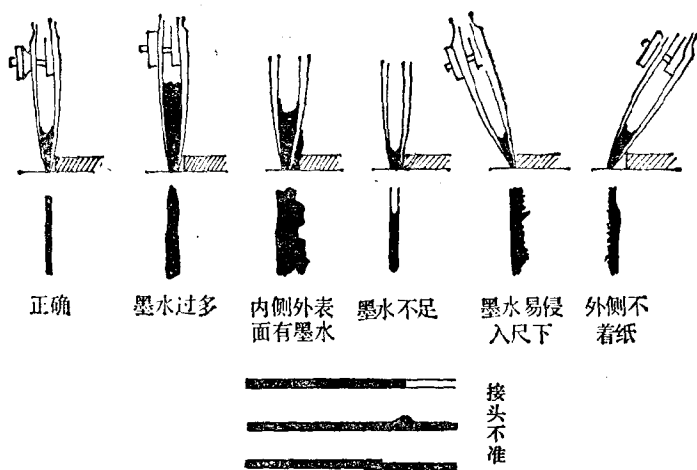

图 6 直线笔用法
1) 加墨水时, 要用墨水瓶盖上的吸管蘸上墨水, 送入笔尖两叶片之间, 笔尖含墨不宜太多, 一般 $6 \sim 8$ 毫米为宜, 不要让笔尖外侧有墨, 以免沾污图纸(图6); 2) 画
墨线前，应先有清楚准确的铅笔图稿；3）根据画线粗细要求，用笔尖的螺丝调整笔尖两片的距离，使它留有适当的空隙。如笔尖间隙已很小，画出的线条仍太粗时，可用油石将钝的笔尖磨后再用；4）画墨线时，调节螺母应朝外，要使笔杆与画面垂直，切忌笔杆外倾或内倾，要使两片笔尖同时触及纸面(图6)；5）笔的移动速度要均匀，太快线条细，太慢则线条会变粗；6）一条线最好一次画完，如必须分几次画完(如直线太长或画曲线)，应注意使接头准确，圆滑；7）如有画错地方，应等墨线干透后用硬橡皮擦去或用刀片轻轻刮去。